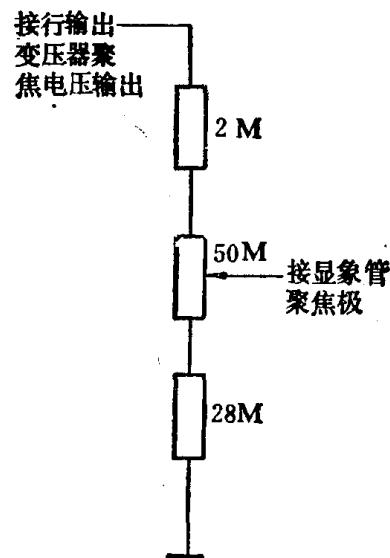
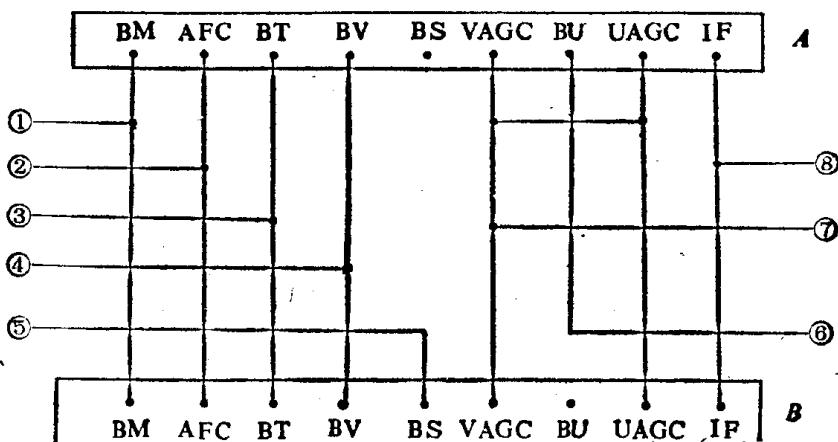

图1-2 聚焦电压过高的检修方法
图1-3 M11机芯两个高频头并联使用的电路
(5) 当发生亮度失控故障时，应该首先检查加速极供电路是否正常，然后再检查其它电路。
(6) 出现频率漂移故障后，应首先观察UHF、VHF频段的区别，如果两个频段频率都漂移，应检查AFT电路或0~30V调谐电压电路的故障；如果UHF频段或VHF频段中只有一个频段漂移，则说明高频头中发生了故障；当发现高频头发生故障时，由于内部电路结构紧密，一般都更换新高频头，不便作其它修理。
(7) 当发生聚焦电压过高且不可调整的故障时，可按图1-2的电路另加一组分压电路，使显像管恢复正常工作。
(8) 当伴音电路发生失真故障，需用信号发生器检修时，应该用半导体收音机等输出的音频信号注入，因为用语言信号比信号发生器输出的信号更容易听出是否发生了失真故障。
5. 彩色电视机的高频头可以并联使用，比如某电视机中高频头(A)VHF部分出现故障，另一个高频头(B)UHF部分出现故障，那么这两个高频头按图1-2的电路并联使用，仍能收到满意的效果。其并联方法见图1-3。(高频头(A)BS处断开，另一高频头(B)BU端不接)